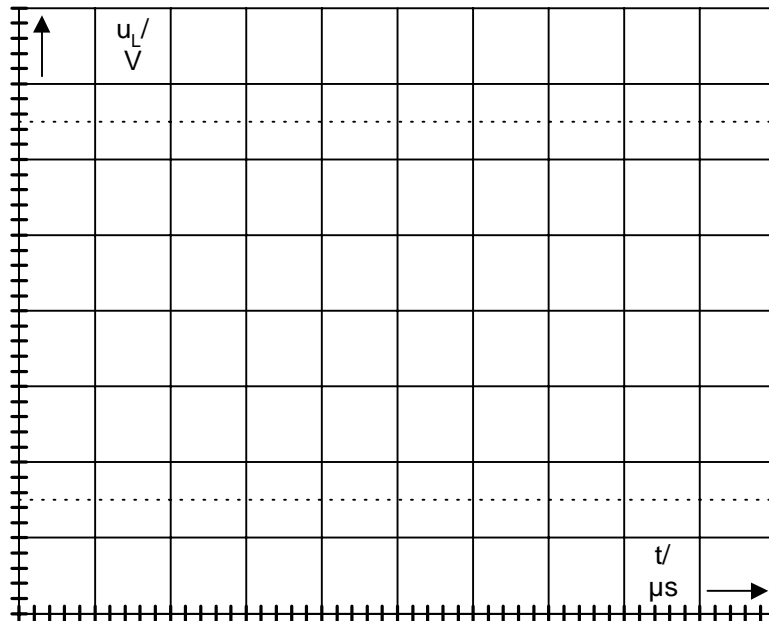

Bild 5
- Skalieren Sie die Achsen von Bild 5 auf dem Aufgabenblatt,
- Übertragen Sie die Funktion $u_L = f(t)$ in Bild 5 auf dem Arbeitsblatt,